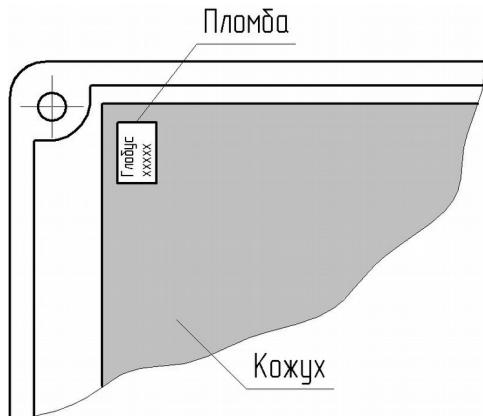

Рисунок 2 — Место установки пломбы на кожухе, закрывающем плату электронного блока расходомера
1.6.12 Электронная плата «ВР-100» (внутри блока) закрыта кожухом, который пломбируется номерной самоклеящейся пломбой типа ПС (рисунок 2).